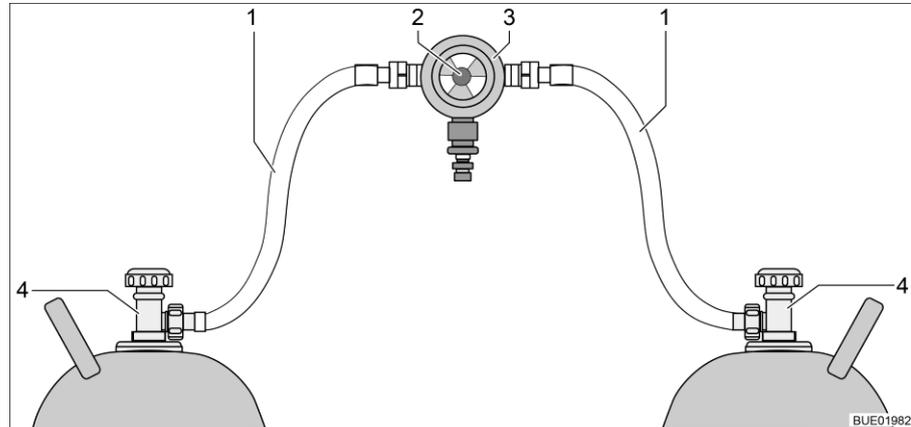
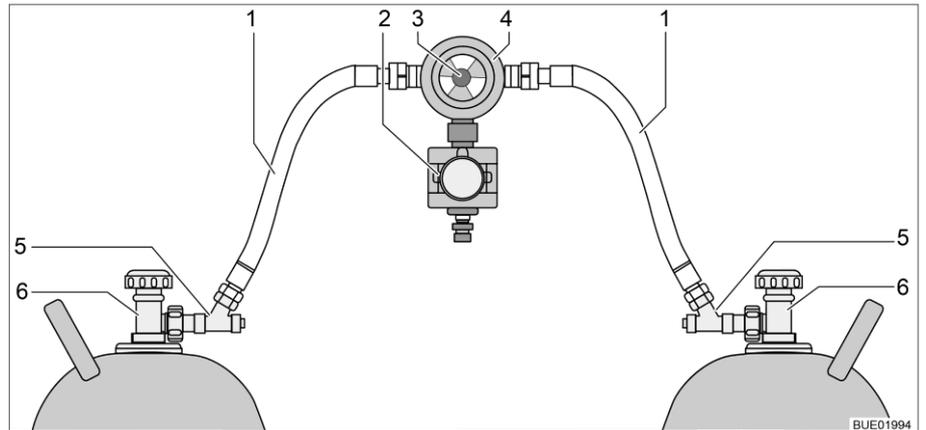

Fig. 64 Impianto di commutazione per bombole del gas
Fig. 65 Impianto di commutazione per bombole del gas con CPU
L'impianto di commutazione per bombole del gas è formato da un regolatore di pressione del gas combinato con valvola di commutazione e indicazione (Fig. 64,3). L'impianto di commutazione per bombole del gas è montato tra i due tubi del gas (Fig. 64,1).
L'impianto di commutazione per bombole del gas è formato da un regolatore di pressione del gas combinato con valvola di commutazione e indicazione (Fig. 65,4) e una elettrovalvola (Fig. 65,2). In caso di frenata brusca, incidente o inclinazione straordinaria, l'elettrovalvola blocca l'alimentazione del gas al veicolo. L'impianto di commutazione per bombole del gas è montato tra i due tubi del gas (Fig. 65,1) con dispositivi antirottura del tubo flessibile (Fig. 65,5).
L'impianto di commutazione per bombole del gas garantisce una pressione del gas costante, indipendentemente da quale bombola provenga l'alimentazione del gas. L'indicatore nella valvola di commutazione indica il livello di riempimento della bombola in uso. Se l'indicatore è verde, il rifornimento di gas viene fatto dalla bombola in uso. Quando l'indicatore è rosso, la bombola in uso è vuota. Il rifornimento di gas avviene poi tramite la bombola di riserva. Con la manopola (Fig. 64,2 o Fig. 65,3) sull'impianto di commutazione per bombole del gas è possibile stabilire quale delle bombole del gas viene utilizzata come bombola in uso e quale come bombola di riserva.
Sulla centralina di controllo (Fig. 66) possono venire azionate solo le funzioni elettriche. Le valvole principali di arresto delle bombole del gas (Fig. 64,4 o Fig. 65,6) devono essere aperte manualmente.
- Aprire le valvole principali di arresto delle bombole del gas (Fig. 64,4 o Fig. 65,6).
- Premere i dispositivi antirottura del tubo flessibile (Fig. 65,5) uno dopo l'altro per 10 secondi.
- Con la manopola (Fig. 64,2 o Fig. 65,3) sull'impianto di commutazione selezionare la bombola del gas, da cui deve provenire la principale alimentazione del gas (bombola in uso). Girare la manopola fino all'arresto.
- Chiudere le valvole principali di arresto delle bombole del gas (Fig. 64,4 o Fig. 65,6).